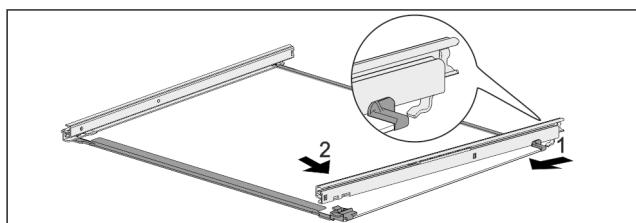

Fig. 105 Стеклянная пластина с направляющими
- Засцепите направляющую сзади. Fig. 105 (1)
- Защелкните направляющую спереди. Fig. 105 (2)